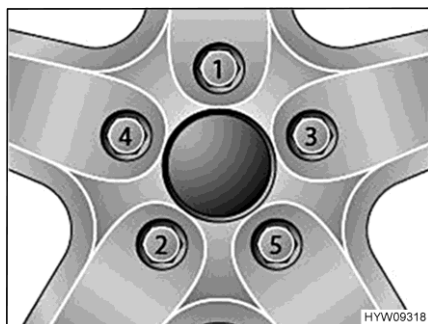

Bild 143 Dra fast hjulmuttrarna eller hjulbultarna korsvis
- Dra fast hjulmuttrarna eller hjulbultarna i den ordning som anges i Bild 143. Använd en momentnyckel och observera det angivna åtdragningsmomentet (se avsnitt 14.5).
- Kontrollera regelbundet att hjulmuttrarna eller hjulbultarna är ordentligt åtdragna. Om du har bytt däck ska hjulmuttrarna eller hjulbultarna dras åt efter 50 km körning. Följ den ordning som anges i Bild 143.
- Då nya eller nylackerade fälgar används bör hjulmuttrarna eller hjulbultarna dras åt efter ca 1 000 till 5 000 km. Följ den ordning som anges i Bild 143.